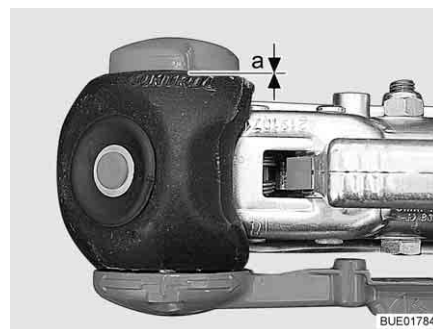

Fig. 198 Contrôle d'usure
- Distance  $a = 0$  (Fig. 198) : Contrôler les garnitures de friction et au besoin les changer.